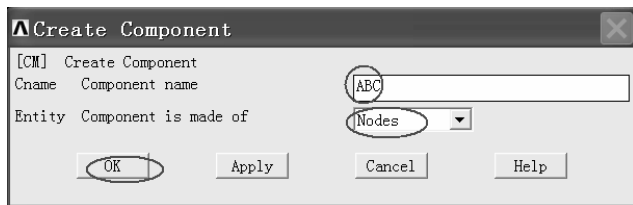

图 5-20 “Create Component” 窗口
(4) 依次选择 Utility Menu>Comp/Assembly>Create Component..., 弹出“Create Component”窗口(见图 5-20)。在“Component name”后的方框中输入“ABC”, 在“Entity Component is made of”后的方框中选择“Nodes”, 然后单击“OK”按钮。